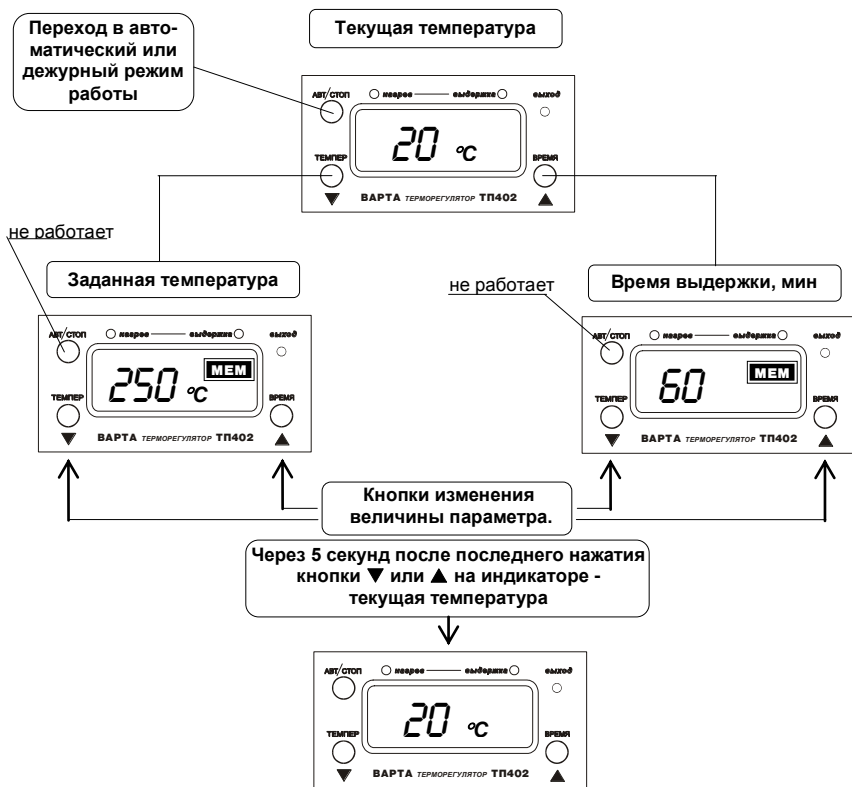

Рис.3. Назначение кнопок регулятора.
- 7.2. Назначение кнопок регулятора зависит от индицируемого параметра. После подачи питания на индикаторе всегда текущая температура (т.е. измеренное значение температуры в печи). Вид индикации и назначение кнопок приведены на рис.3. Индикация задаваемых параметров сопровождается надписью MEM (от англ. MEMORY – память).
- 9.2. Введите (или проверьте) заданные параметры (см. рис.3). Для этого: